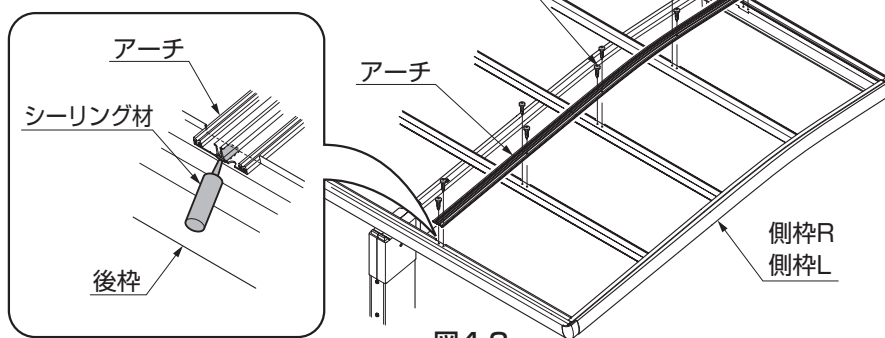
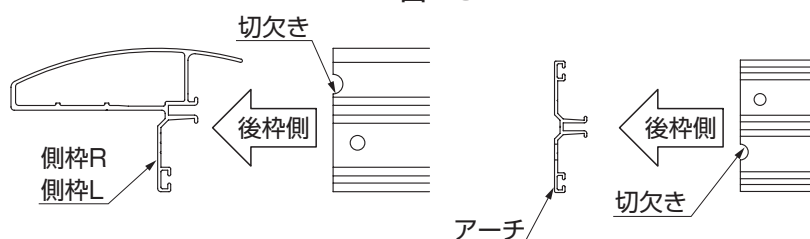

図4-3
図4-4
- 側枠R・側枠Lには左右があります。切欠きが入っている方を後枠側にしてください。(図4-4参照)
- ②前枠・後枠・母屋に側枠R・側枠Lの穴を合わせて、【1-5】で取付けてください。
- ③アーチの前後を確認して、前枠・後枠・母屋にアーチの穴を合わせて、【1-5】で取付けてください。
(図4-3、図4-4参照)
(図4-3参照)